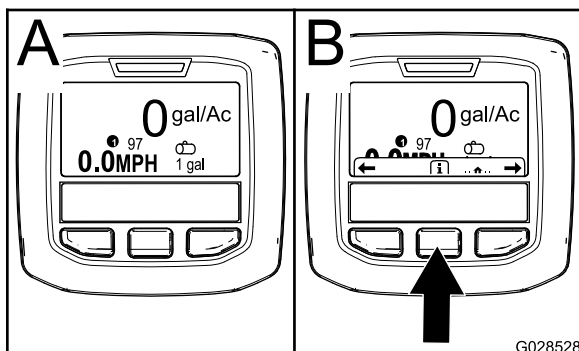

Figura 59
2. Después de unos 15 segundos, aparece la pantalla de Inicio. Pulse el botón de selección central para mostrar el menú contextual de información (Figura 59).